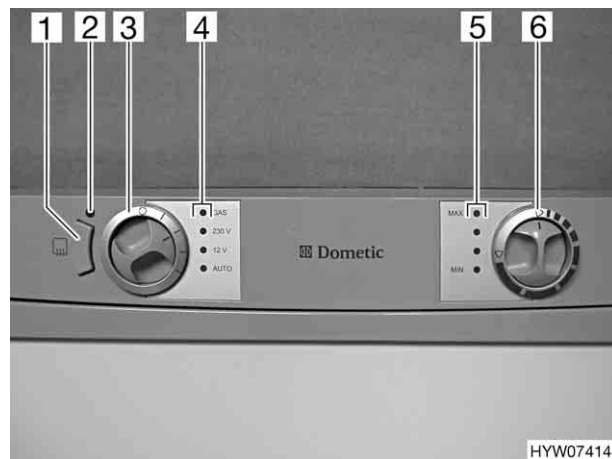

Fig. 136 Boutons de commande pour le réfrigérateur
En cas de températures extérieures élevées et d'humidité importante de l'air, il est possible que des gouttes d'eau se forment au niveau du cadre métallique du compartiment congélation. C'est pourquoi le réfrigérateur est équipé d'un chauffage du cadre pour le compartiment congélation. En cas de températures extérieures élevées et d'humidité importante de l'air, allumer le chauffage du cadre grâce à la touche (Fig. 136,1). Ceci permet d'éviter la corrosion. Lorsque le chauffage du cadre est activé, le voyant de contrôle est allumé (Fig. 136,2).
Lorsque l'alimentation 230 V n'est pas branchée et le moteur du véhicule est à l'arrêt, le AES choisira automatiquement l'alimentation en gaz. Dès que le fonctionnement au gaz est activé, la veilleuse de sécurité s'ouvre automatiquement, de sorte que le gaz peut arriver au brûleur. En même temps, l'allumage électronique est connecté. Si la flamme s'éteint, p. ex. en raison d'un courant d'air, l'allumage s'active automatiquement et rallume le gaz. En cas de panne de gaz, le voyant de contrôle rouge "GAS" (Fig. 136,4) clignote.
- ▶ Il est interdit d'allumer du feu à proximité des stations service. Si l'arrêt dure plus de 15 minutes, le réfrigérateur devra être déconnecté en actionnant le sélecteur de source d'énergie (Fig. 136,3).
Lorsque le réfrigérateur est mis en marche, il choisit automatiquement la température moyenne du thermostat. Ce réglage peut cependant être corrigé manuellement à l'aide du bouton tournant (Fig. 136,6). Les voyants de contrôle (Fig. 136,5) indiquent le réglage du thermostat sélectionné. La température de réfrigération des trois types d'énergie est réglée par le bouton tournant. Il faudra attendre quelques heures jusqu'à ce que le réfrigérateur ait atteint sa température normale de réfrigération. Il garde toutefois son réglage de température lorsqu'on change d'un mode à un autre. La température de réfrigération est maintenue indépendamment du type d'énergie choisi.
- Sélectionner le type d'énergie à l'aide du sélecteur de source d'énergie (Fig. 136,3). Le voyant de contrôle vert correspondant (Fig. 136,4) s'allume.
- Régler la température de réfrigération avec le bouton tournant (Fig. 136,6). Les voyants de contrôle (Fig. 136,5) indiquent le réglage du thermostat sélectionné.
En cas de panne de gaz, le voyant de contrôle rouge "GAS" (Fig. 136,4) clignote.
- Tourner le sélecteur de source d'énergie (Fig. 136,3) sur "○". Aucun voyant de contrôle (Fig. 136,4) ne s'allume plus.